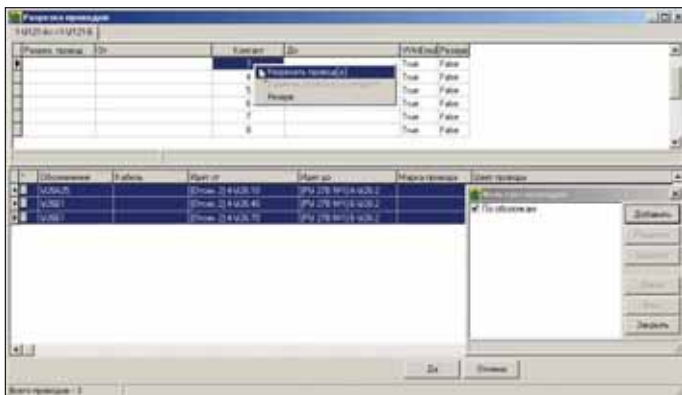

Рис. 5
- определение технологических разъемов (размещение частей разъемов в сопряженные оболочки) и клеммных колодок (размещение колодки в одну из сопряженных оболочек). Трассировка линий связи через технологические разъемы и клеммные колодки (использование фильтра проводов по критерию транзита из одной оболочки в другую) (рис. 5);